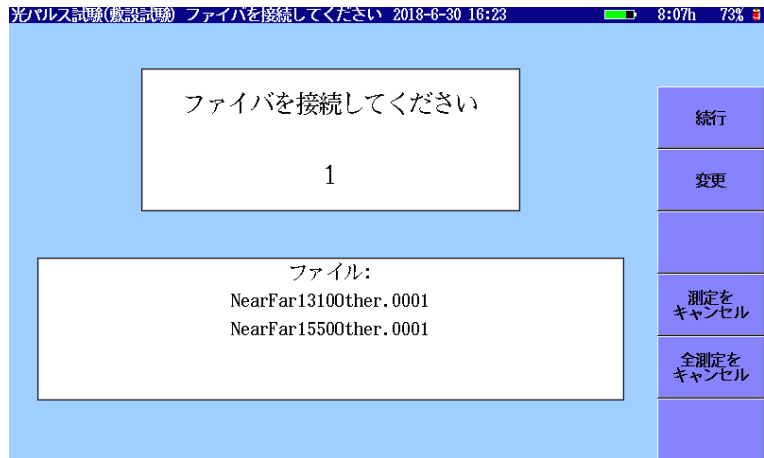

図 6.4-1 ファイバの接続画面
「図 6.4-1 ファイバの接続画面」で[続行] をタッチすると、アクセスマスタは、ファイバの試験を開始します。
6. ソフトキーの [続行] をタッチします。「図 6.4-1 ファイバの接続画面」が表示されます。